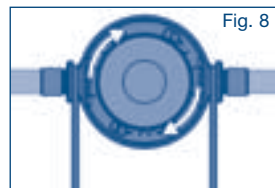

Fig. 8
- Existem quatro possibilidades para ajustar o bypass. O ajuste de bypass definido de fábrica é "2". O ajuste do bypass pode ser feito rodando a protecção da cabeça do filtro (ver fig. 8). Rode a protecção para a esquerda ou para a direita até que a marcação indique o valor desejado e a protecção engate.